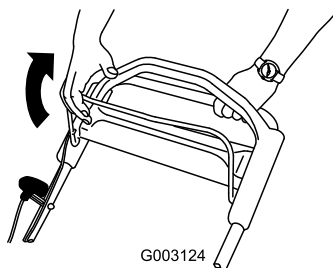

Figure 18
2. Serrez la barre de commande de la lame contre le guidon (Figure 18).